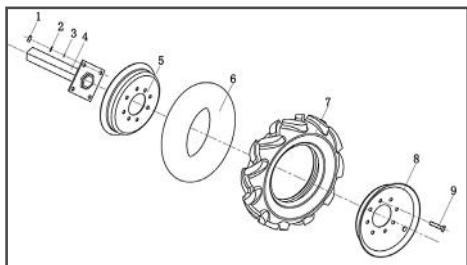

Рис. 3 Установка колеса на мотоблок
1. Установите диски на шину (Рис. 3).